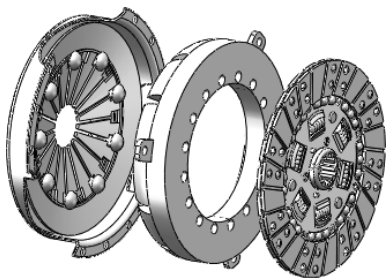

图 5-45 新建装配体并导入子装配
STEP 1 新建“装配体”类型文件，单击“插入零部件”按钮，导入本书提供的素材文件——从动盘.sldasm、离合器盖.sldasm 和压盘.sldprt，如图 5-45 所示。